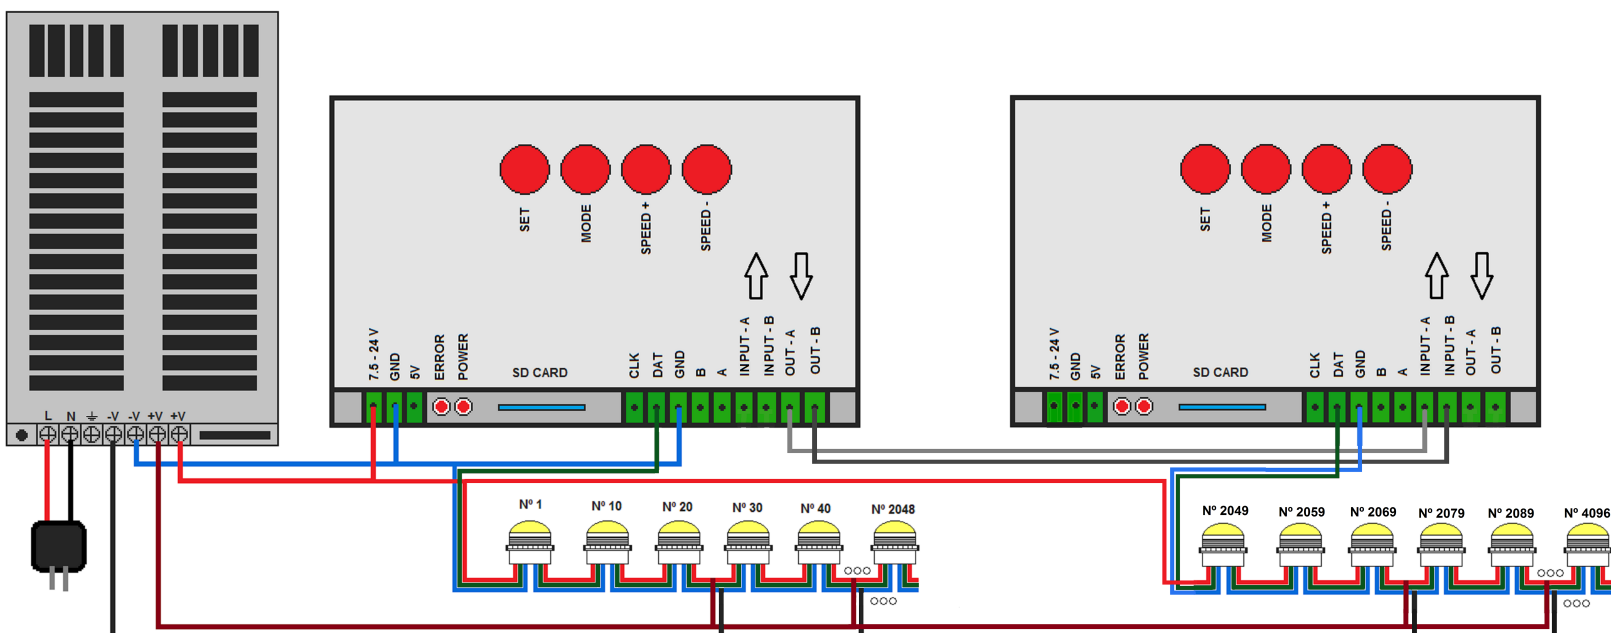

Figura 6. Conexión en cascada del Controlador-RGB/2048 T-1000S
- 1.- Múltiples controladores RGB/2048 (T-1000S) pueden conectarse en cascada y trabajar sincrónicamente (Figura 6).